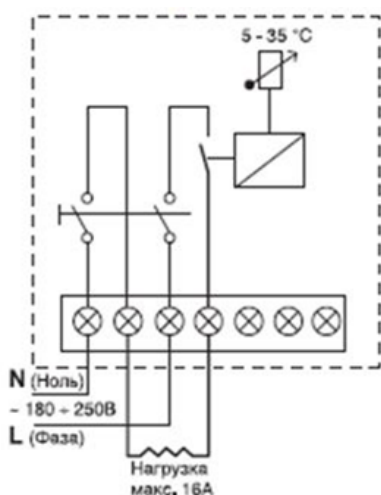

Рис. 4. Электрическая схема подключения.
3. Подключение терморегулятора производится согласно монтажной электрической схеме (Рис. 4). При подключении к регулятору питающего сетевого кабеля следует соблюдать фазировку. Терморегуляторы не имеют специального контакта для подключения «земли». Вывод экранирующей оплетки нагревательного кабеля должен соединяться с проводом «земля» питающей сети с помощью дополнительной одиночной клеммы, располагаемой внутри монтажной коробки.